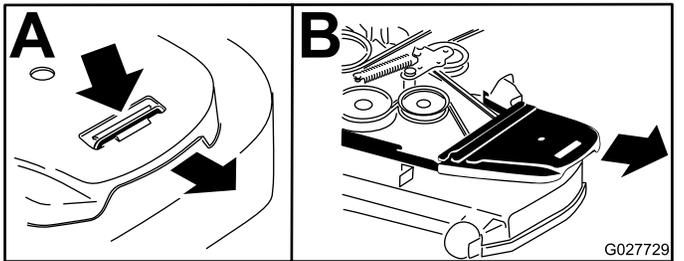

Figure 61
4. Retirez les couvercles de courroie (Figure 61).